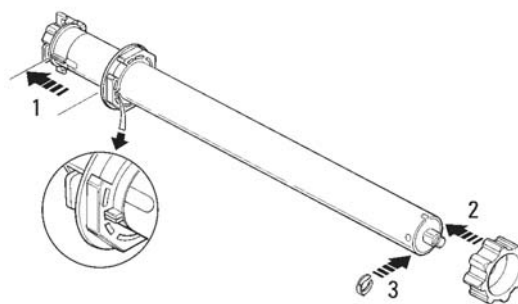

Рис. 1.2
1. Установите кольцо конечного положения (E) на корпус электродвигателя (A), зафиксировав его в кольце холостого хода (F). Убедитесь в том, что оба паза совмещены. Перемещайте до упора, как показано на рисунке 1.2.
2. Установите адаптер (D) на вал двигателя. Фиксация осуществляется установкой стопорного кольца в паз вала (рис. 1.2).